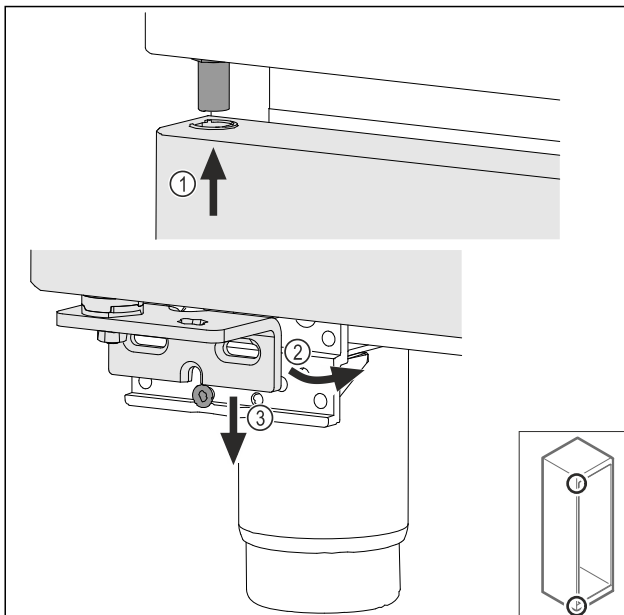

Fig. 47
- ▶ Tür leicht gekippt oben einfädeln Fig. 47 (1), Tür gerade ausrichten Fig. 47 (2) und unten auf die Lagerbockschraube Fig. 47 (3) aufsetzen.